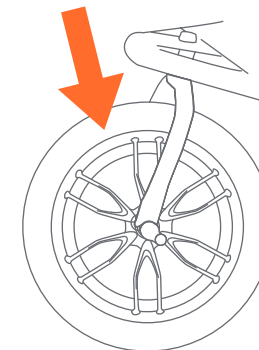

Fig. 23
- 23)** • Levante la rueda delantera hasta que no toque el suelo y déle un golpe firme al neumático (la llanta) (Fig. 23). La rueda no debe de aflojarse o caerse.